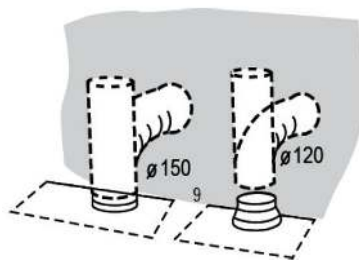

Rys. 4
4. Wywierć otwory i przymocuj okap kuchenny, jak pokazano na Rys. 4.
7. Do zawieszonego okapu kuchennego podłączyć dolną i górną część komina (Rys. 4). Górną część wysuń do wymaganej wysokości i na ścianie zaznaczyć otwory do przymocowania uchwytu górnej części komina. Następnie zdejmij dolną i górną część komina.
8. Wywierć otwory i przymocuj uchwyt górnej części komina, jak pokazano na Rys. 4.